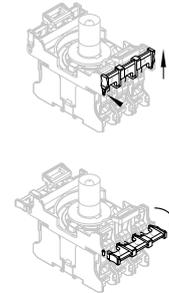

Fig. 11
2. Suporte de contato desmontado e abertura do fusível de contato (consulte a fig. 11): ao levantar ambos os fusíveis de contato, estes soltam-se do encaixe e podem ser afastados em 90°. Só depois é possível desmontar os elementos de contato e de iluminação.